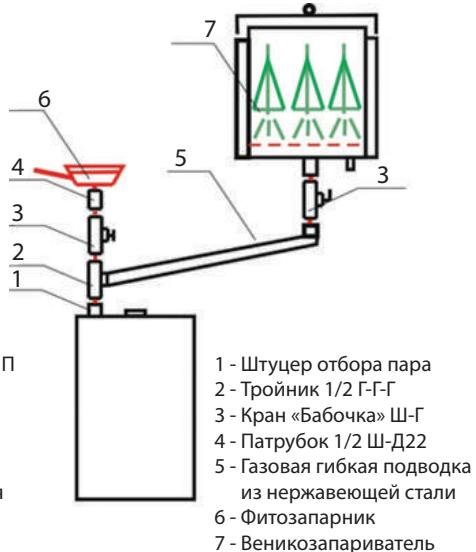

Рис. 5 Схема отбора насыщенного пара от ЭГПП
2.2.6 В качестве опции к Устройству возможно подключение Фитозапарника и (или) Веникозапарника в соответствии со схемой подключения рис. 5. К штуцеру отбора пара (поз. 1, рис. 5). через кран (поз. 3, рис. 5). подключается Фитозапарник (поз. 6, рис. 5), или, посредством гофрированной трубы из нержавеющей стали (поз. 5, рис. 5), Веникозапарник (поз. 7, рис. 5). При одновременном использовании Фитозапарника и Веникозапарника используется тройник (поз. 2, рис. 5)
В Устройстве режим автоматического поддержания температуры в парильном помещении дополнен режимом парогенерации. Для включения ЭГПП следует нажать клавишу на левой боковой стороне ПУ (поз. 1, рис. 6), при этом на ПУ должен светиться индикатор красного цвета (поз. 2, рис. 5). Примерно через 30 мин. начнется генерация паровоздушной смеси.
увлажнения воздуха, рекомендуется подключение этих устройств выполнить в соответствии со схемой (см. рис. 5).